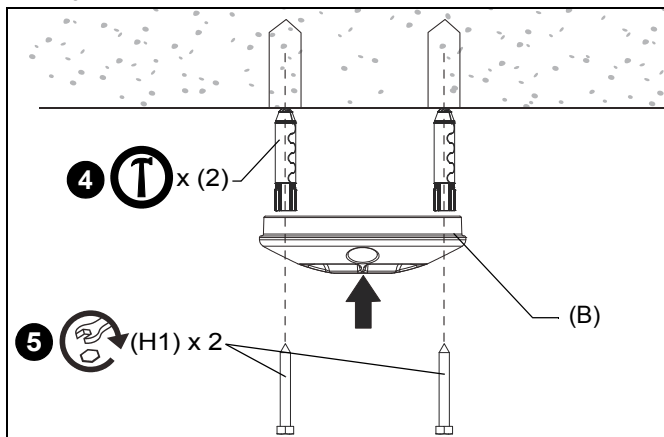

Figura 5
4. Coloque dos anclajes Fischer UX10 o Toggler AF8 para hormigón (no incluidos) en los orificios guía, hasta que estén al mismo nivel que la superficie de montaje. (Consulte Figura 5)
5. Coloque la placa para cielo raso (B) en la estructura con dos tornillos tirafondo (H1) de 5/16" x 2-3/4" (mínimo). (Consulte Figura 5)
7. Ajuste los tornillos tirafondo. (Consulte Figura 5)